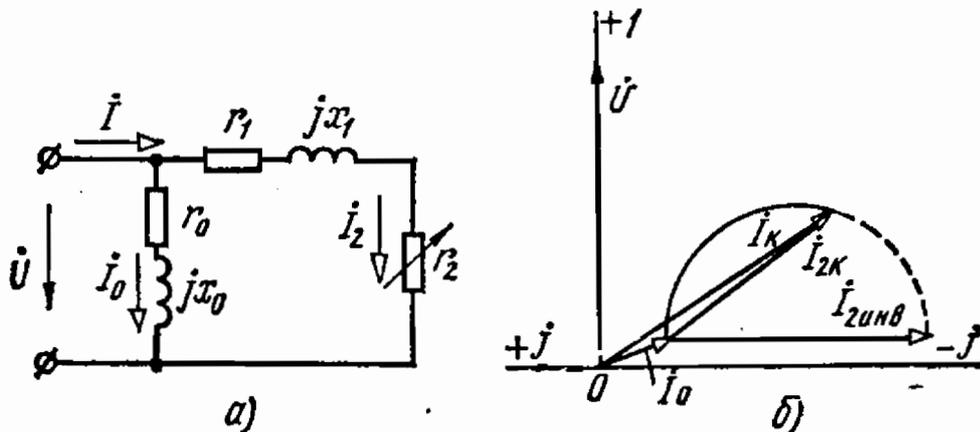

Рис. 4.30
4.30. Построить круговую диаграмму суммарного тока \dot{I} для цепи схемы рис. 4.30, а, если напряжение $U = 120$ В сопротивлени $r_0 = 8$ Ом, $x_0 = 20$ Ом, $r_1 = 6$ Ом, $x_1 = 8$ Ом, а сопротивление r_2 изменяется от 0 до ∞ .
Круговая диаграмма приведена на рис. 4.30, б.